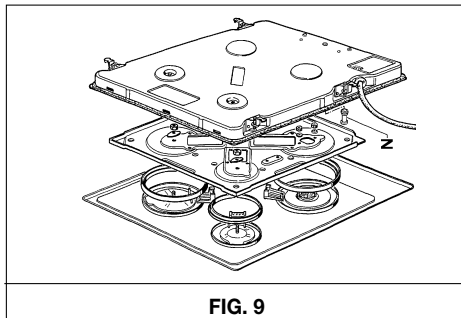

FIG. 9
- a) Enlevez la table du meuble, renversez-la, dévissez les vis "Z" et retirez le caisson (voir fig. 9).
Pour remplacer les composants installés à l'intérieur de la table, enlevez cette dernière du meuble, renversez-la, dévissez les vis "Z" et retirez le caisson (voir fig. 9).